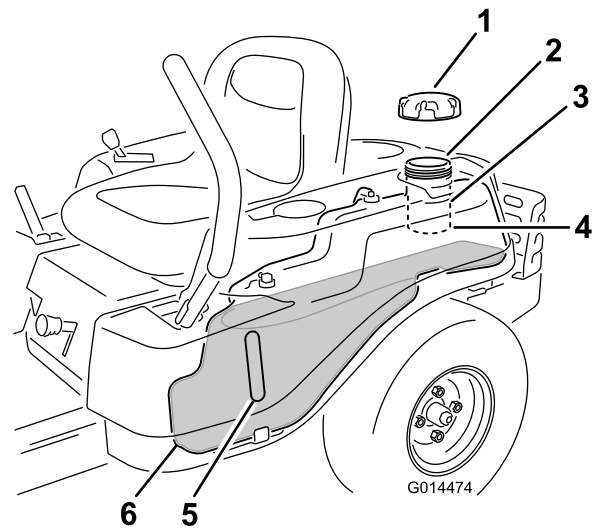

Figura 10
Nota: Puede utilizar la mirilla de combustible para verificar la presencia de gasolina antes de llenar el depósito (Figura 10).
2. **Añada gasolina sin plomo** lentamente (Figura 10) hasta que el combustible llegue a la base del cuello de llenado.